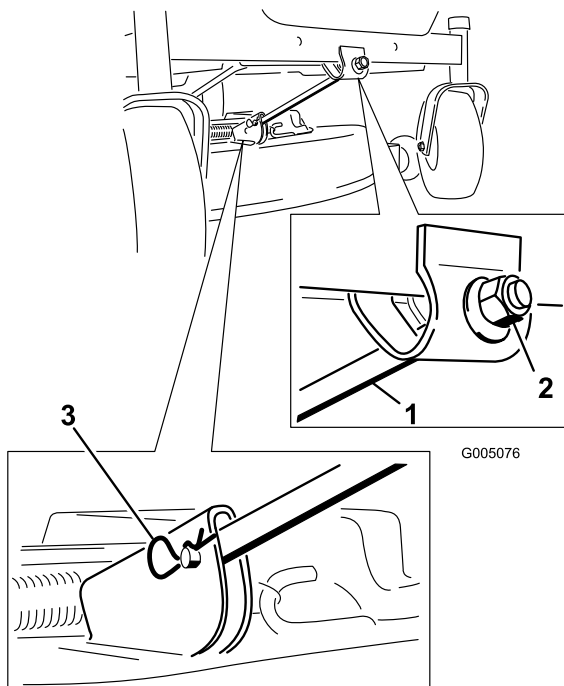

Figura 47
4. Retire el pasador y la chaveta de la varilla de soporte delantera (Figura 47). Baje cuidadosamente la parte delantera de la plataforma del cortacésped al suelo.
6. Conecte la varilla de soporte delantera a la plataforma del cortacésped con el pasador y la chaveta (Figura 47).